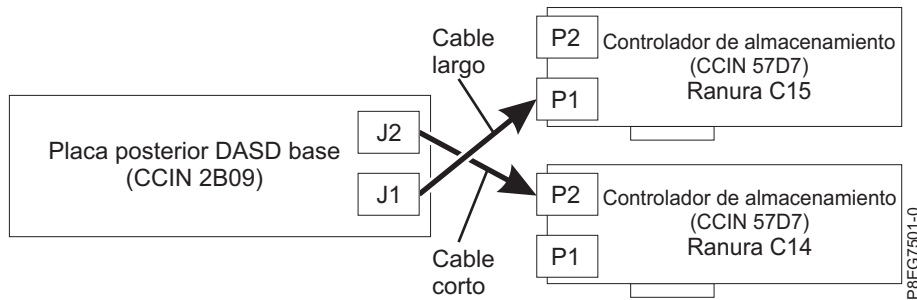

Figura 19. Reconexión del cable SAS en una configuración de discos divididos
- Si tiene dos adaptadores internos PCIe3 x8 SAS RAID (CCIN 57D7) (característica de división de disco), el cable SAS corto conecta el conector de la placa posterior de la unidad de disco superior (J2) al conector P2 en el adaptador de la ranura P1-C14. El cable SAS largo conecta el conector de la placa posterior de la unidad de disco inferior (J1) con el conector P1 en el adaptador de la ranura P1-C15. Consulte Figura 19 en la página 22.